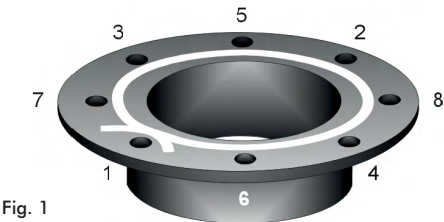

Fig. 1
- Enden des druckseitig auf der gesamten Dichtfläche angebrachten Dichtungsbandes gemäß Fig. 1 schließen.
- Erst von Hand anziehen, dann in min. 4 Schritten das Drehmoment bis zum Erreichen des optimalen Anzugsmomentes steigern. Über Kreuz anziehen (Fig. 1).